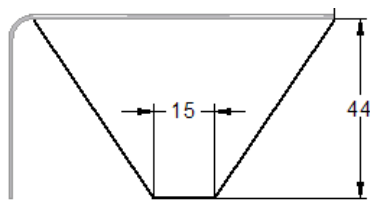

图 3.6.23 编辑草图
(4) 定义弯边尺寸。单击“轮廓步骤”按钮, 编辑草图尺寸如图 3.6.23 所示, 然后单击  按钮, 退出草图绘制环境。